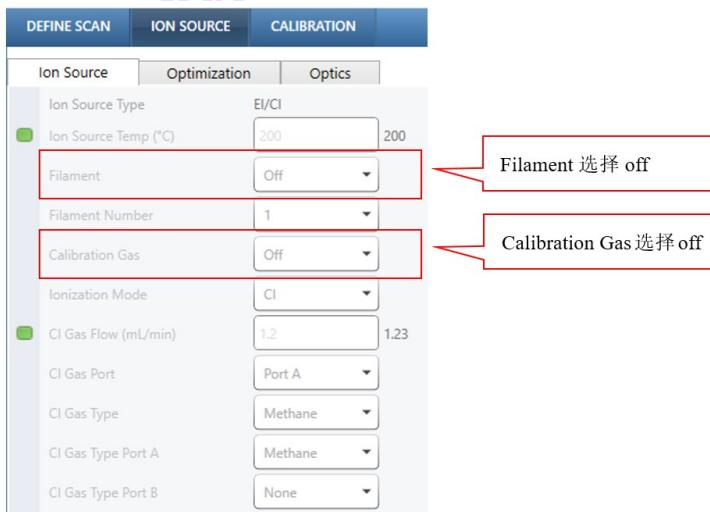

图2 CI源调谐和校准
- 如图2 (a)，Ion Source 界面，Ion Source Temp 设为 200 °C，Filament 选择 On，Calibration Gas 选择 CI，Ionization Mode 选择 CI，CI Gas Flow 设为 1.2mL/min，CI Gas Port 选择 Port A。
- 如图2 (b)，Optimization界面，勾选Auto Tune、Leak Check、Tune Report，点击Optimize，Signal increased和Leak check值均应小于10%。若Signal increased 超过10%，则重新进行调谐；若Leak check超过10%，则稍紧一
- c) 如图2 (c)，Optics界面，点击save图标，保存调谐文件，调谐文件路径：C盘-Xcalibur-methods文件夹下，**文件命名以时间+离子源类型，例如20241125\_PCI。**
- d) 如图2 (d)，Calibration界面，Mode选择Calibrate，Polarity根据实际测试需求选择Positive或Negative，点击Start，显示Passed，校准通过。